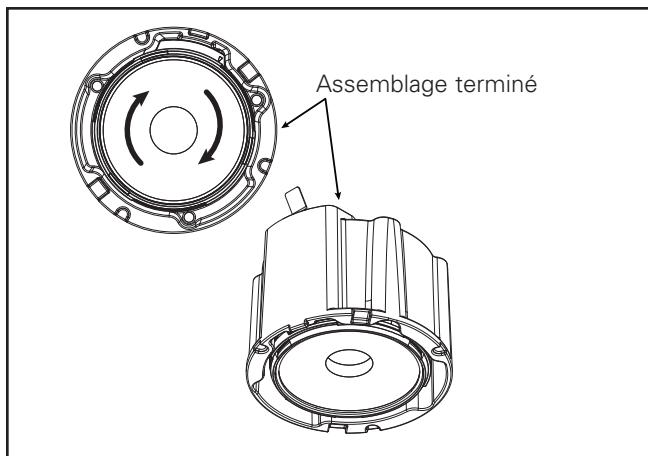
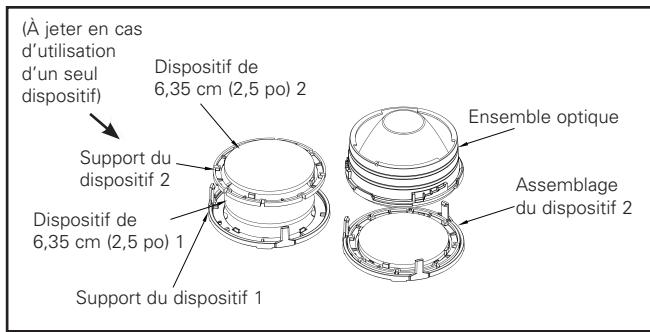

Figure 15
Figure 16
2. Si les modules DEL comportent 2 DEL, retirez délicatement le réflecteur supérieur en dégagant les loquets en plastique blanc (figure 15 et figure 16), puis jetez-le. Pour les modules comportant 1 DEL, conservez le réflecteur supérieur sur la garniture.
4. Fixez l'ensemble optique au moteur lumineux à DEL en le tournant délicatement dans le sens horaire jusqu'à ce qu'il s'arrête. (Figure 15) Assurez-vous que l'élément optique est bien fixé en place.
3. Assemblez les dispositifs dans les supports prévus à cet effet. S'il s'agit d'un dispositif unique, laissez le deuxième support du dispositif. (Figure 16)